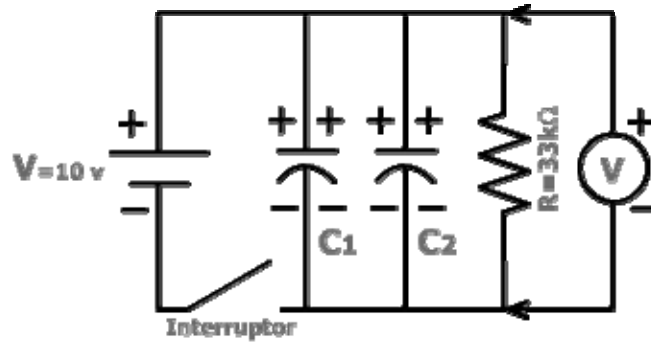

Figura 7.2
- a. Conecte los dos condensadores en paralelo como aparecen en la figura 7.2.